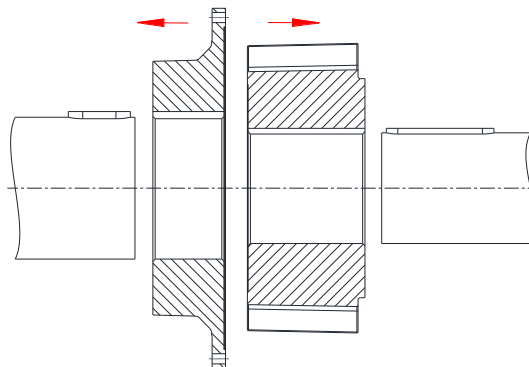

Figura 6
- Monte el cubo con brida (componente 1) y el cubo (componente 2) en los ejes del lado motriz y del lado conducido (véase figura 6).